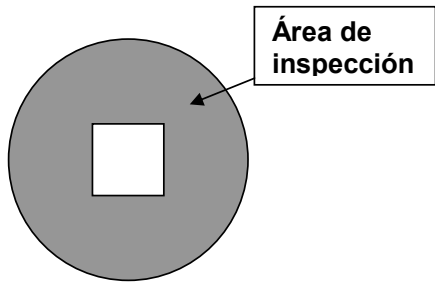

FIGURA 1
9) En el sistema de la cámara de video industrial utilizado en las prácticas, ¿cómo delimitaría el área de inspección para la FIGURA 1?